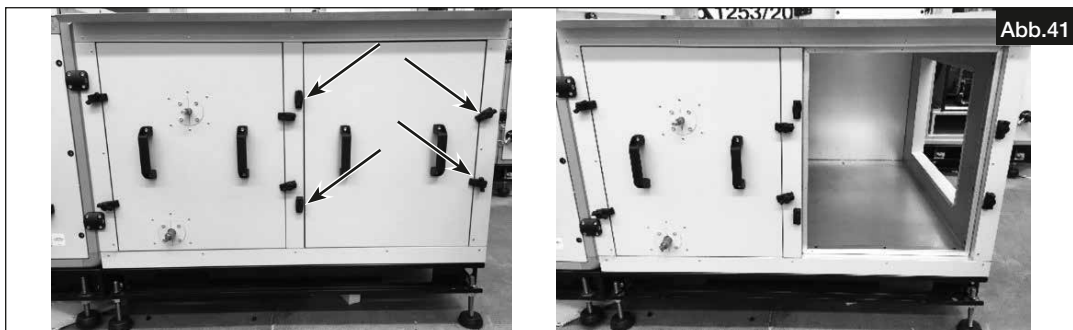

Abb.41
1. Die Schrauben lösen und entfernen, um die Serviceklappe zu entfernen (s. Abb.41). Das Paneel vorsichtig entfernen, da Wasser-Rückstände vorhanden sein könnten.
Zum Reinigen der Kondensatwanne muss die Serviceklappe wie in Abb.41. beschrieben vorsichtig geöffnet werden.
Zur Reinigung des Change-Over-Registers muss die Serviceklappe wie in Abb.41 beschrieben vorsichtig geöffnet werden. Das Change-Over-Register DX vorsichtig entfernen.